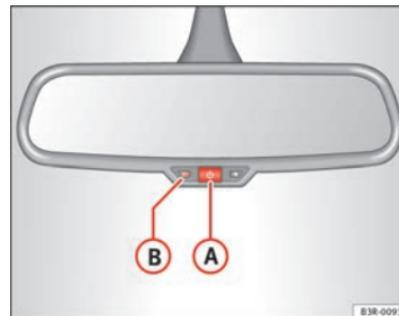

Fig. 103 Rétroviseur intérieur photosensible : témoin et touche de mise en/hors fonction
- Appuyez sur la touche **A** ⇒ page 135, fig. 103. Le témoin **B** s'éteint.
- Appuyez sur la touche **A** ⇒ page 135, fig. 103. Le témoin **B** s'allume.